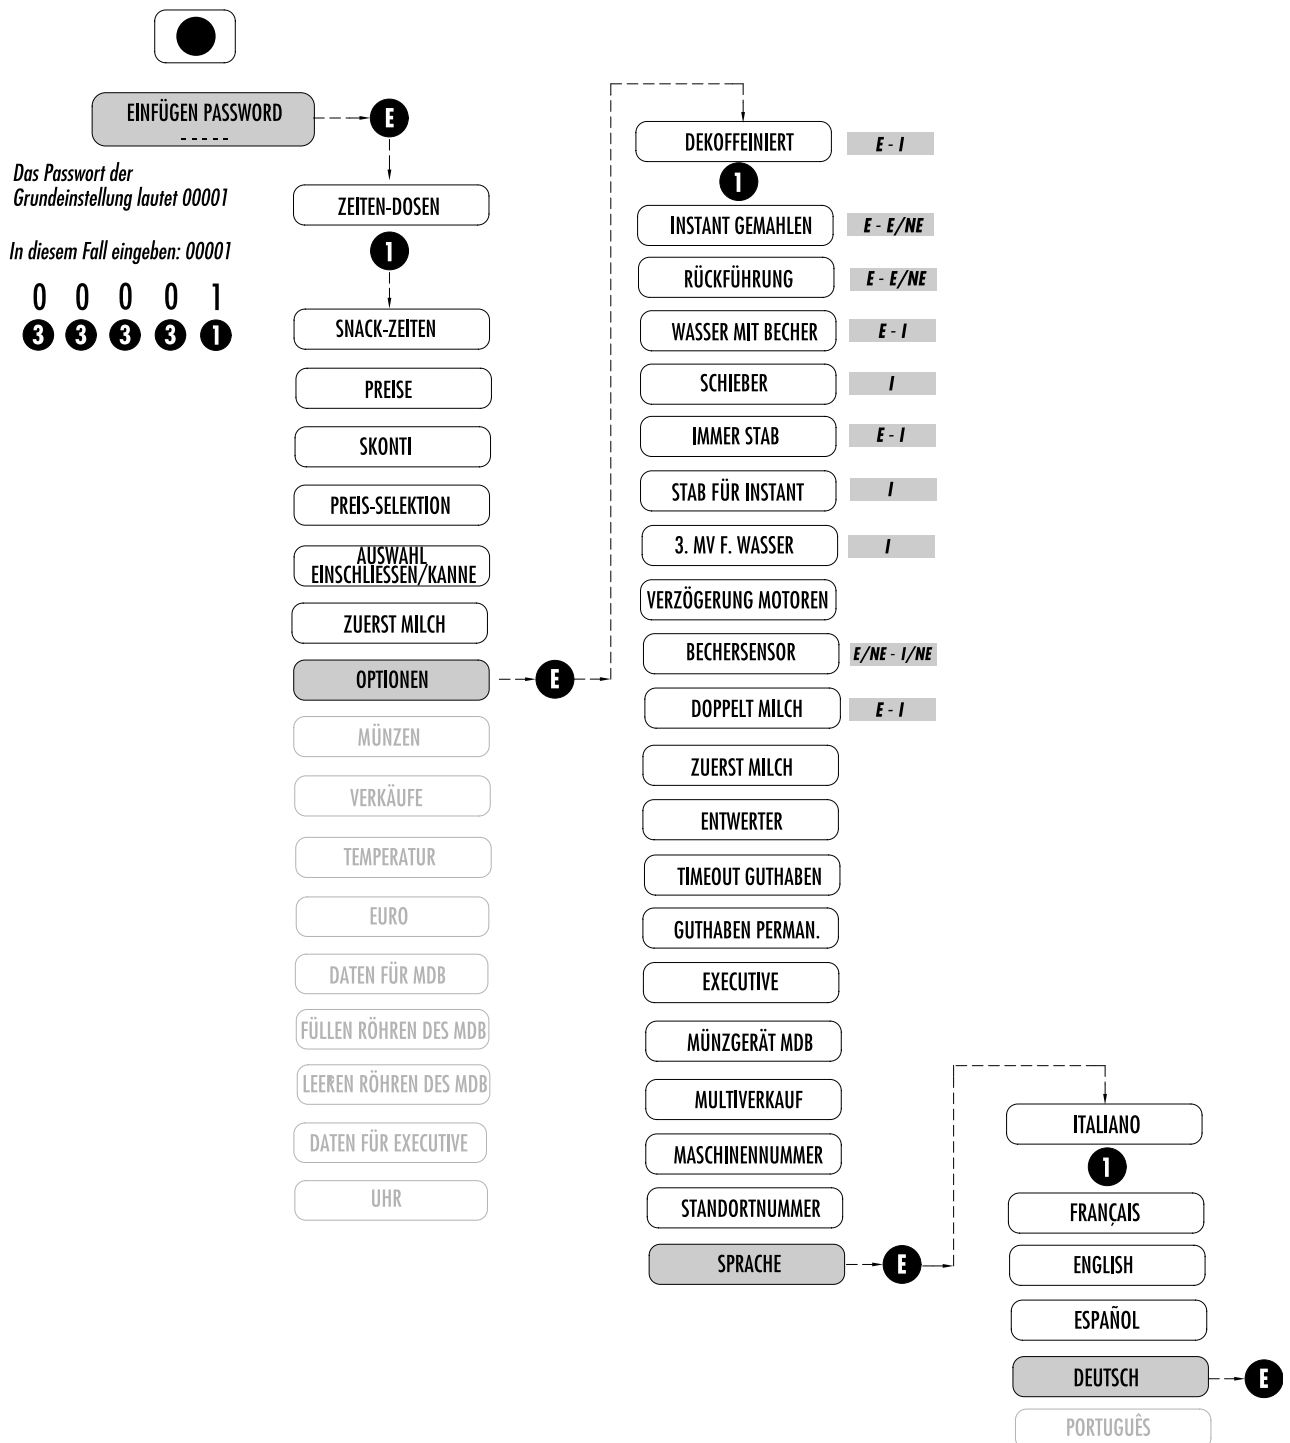

Abb.7.2
- Die auf dem Display angezeigten Meldungen können in vier vom Bediener zu wählenden Sprachen angezeigt werden (Hardware zur Erweiterung auf acht Sprachen vorgesehen) (Abb. 7.2).